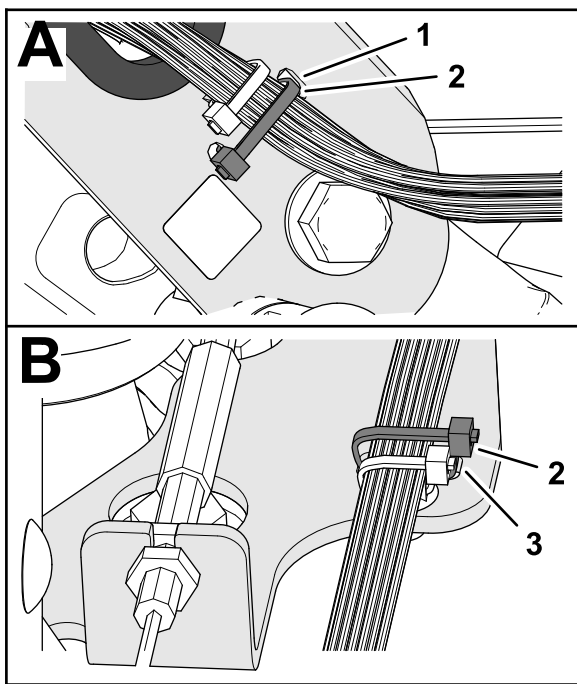

**Bild 10**
4. Stecken Sie den Einsteckanker des Maschinenkabelbaums in das Loch im Lenkerkanal (**Bild 10**).